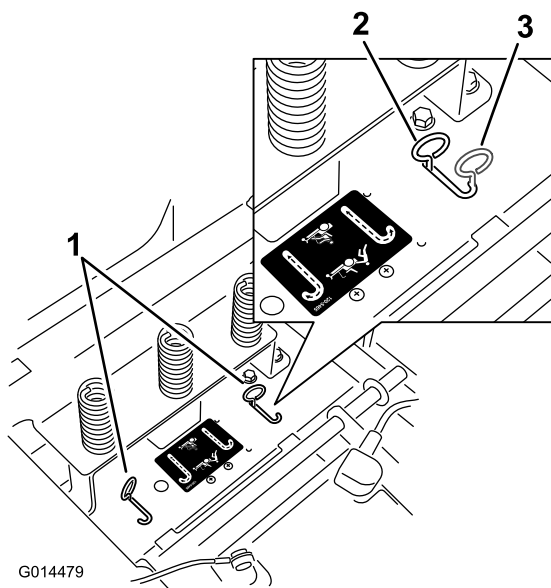

Figure 24
4. Déplacez les leviers de dérivation en avant puis vers l'extérieur pour les bloquer en place comme illustré à la Figure 24 et désengager les moteurs de roues. Répétez cette opération pour chaque levier.
Déplacez les leviers de dérivation vers l'intérieur et repoussez-les dans la fente horizontale (Figure 24) pour engager les moteurs des roues.